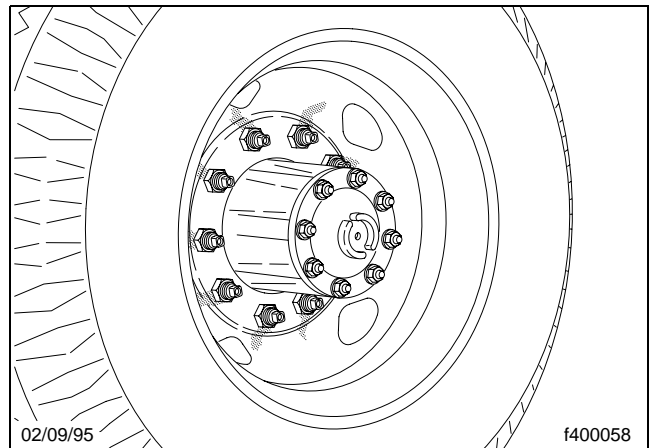
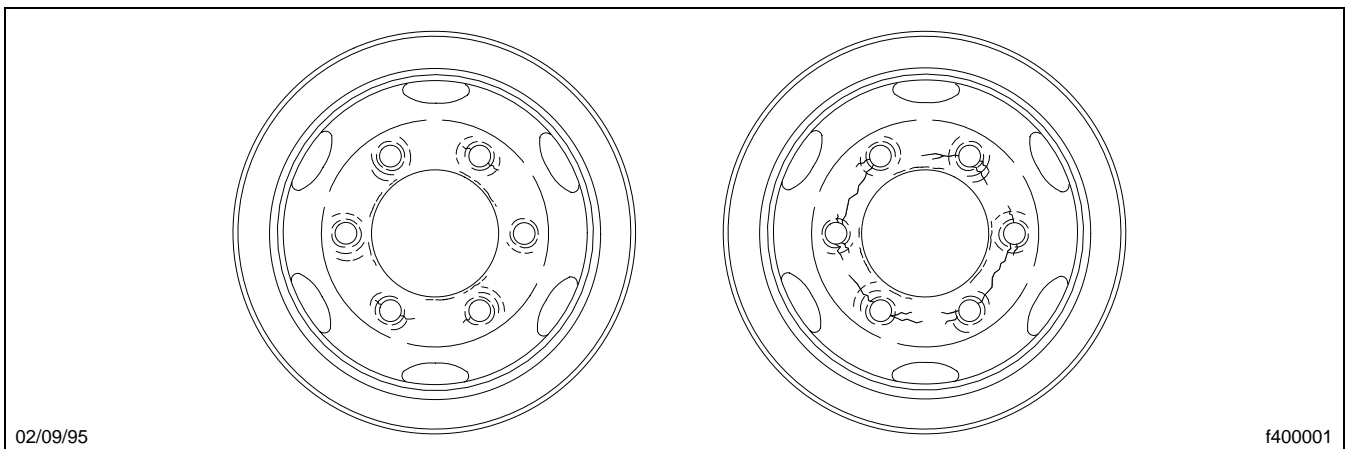

Fig. 11.15, Roues et écrous des roues
Fig. 11.16, Orifices de goujon usés
33. Vérifiez les écrous des roues ou des jantes pour voir s'ils sont desserrés. Retirez-en toute la saleté et toutes les matières étrangères. La saleté ou les marques de rouille autour des orifices des goujons (**Fig. 11.15**), l'accumulation de métal autour des orifices des goujons ou des goujons allongés ou usés (**Fig. 11.16**) peuvent être le résultat d'écrous de roue desserrés. Consultez le **Groupe 40** du manuel de service *Heavy-Duty Trucks Service Manual* pour connaître les spécifications des couples de serrage et l'ordre correct de serrage.